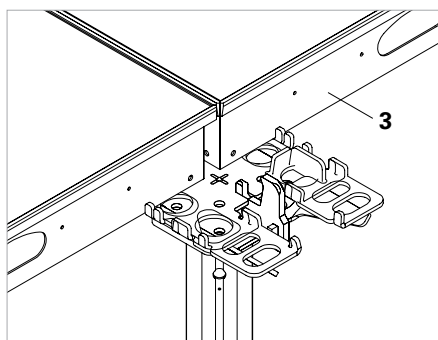

Fig. A5.12
- Painel SDP (3). (Fig. A5.12)